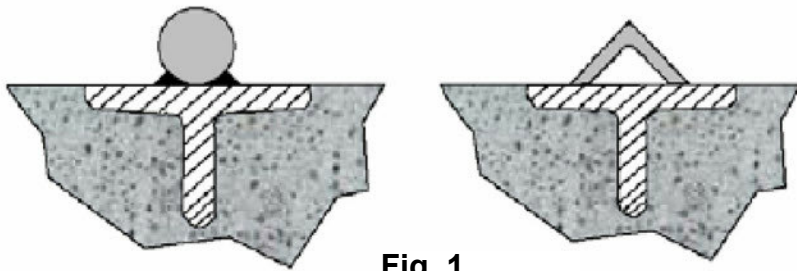
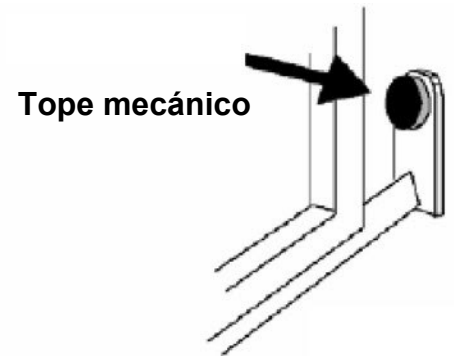
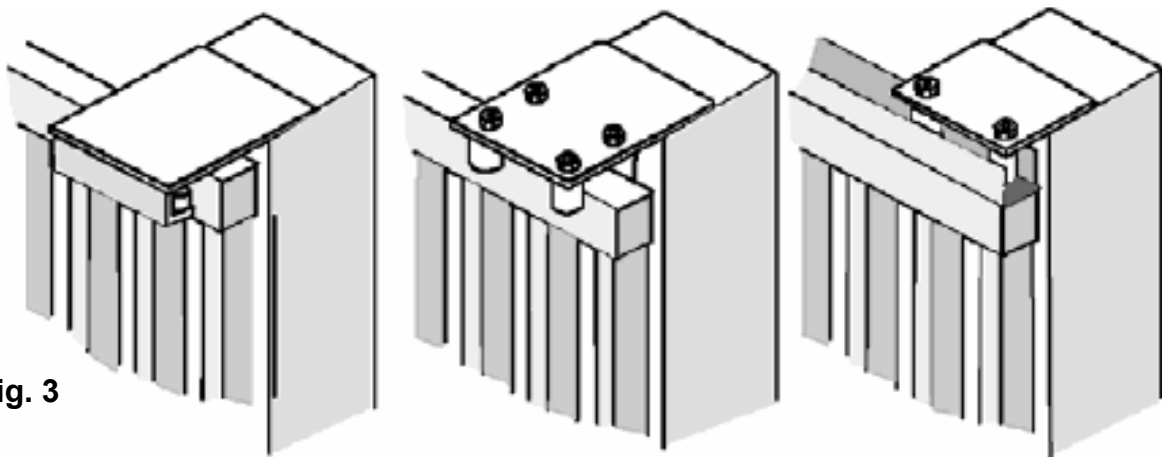

Fig. 1
Fig. 2
Fig. 3
- Antes de proceder al montaje del automatismo controlar el buen funcionamiento de la cancela. Asimismo es conveniente verificar que la guía de desplazamiento a tierra (**Fig. 1**) no presente malformaciones, que se encuentre perfectamente nivelada y que el tope mecánico en apertura esté presente (**Fig. 2**), para evitar que la cancela salga de las guías superiores (**Fig. 3**).
- Verificar que la guía de desplazamiento superior (**Fig. 3**) esté fijada firmemente y que la cancela se desplace libremente.
Posicionar la placa suministrada (**Fig. 1**) a una distancia de **35 mm/MAX** del borde de la cancela y perfectamente escuadrada, con un ángulo de 90°.
Posicionar el motorreductor y fijarlo con los pernos suministrados. (**Fig.2**).
Fijar firmemente la cremallera en la cancela, dejando una distancia de 2 a 3 mm. desde el piñón del motor (**Fig.3**).